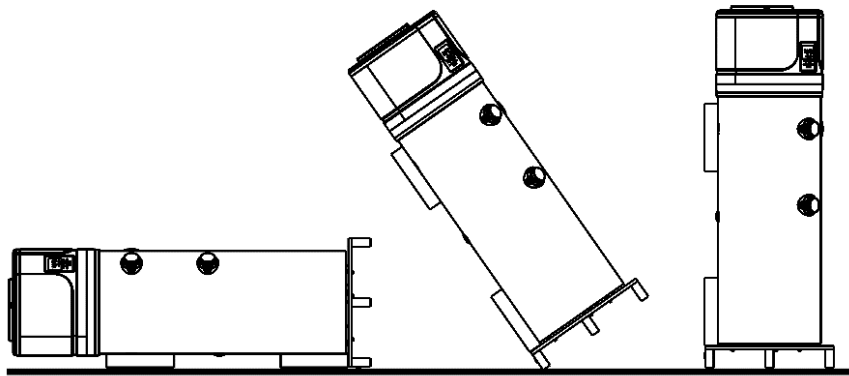

Bild 2a;
Folgen Sie die beschriebenen Schritte bei der Montage der dreier Stützzapfen (Bild 2a):
- Legen Sie das Gerät in der liegenden Lage, wie es am Bild 2a gezeigt ist;